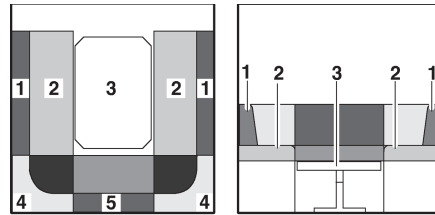

Fig. 151 Durante la transformación
- Tirar de los cojines del asiento (Fig. 151,2) hacia el centro.
- Colocar los cojines del respaldo (Fig. 151,1) entre los cojines del asiento y la pared exterior.
- Quitar los cojines del respaldo (Fig. 151,4 y 5) y ponerlos a un lado.